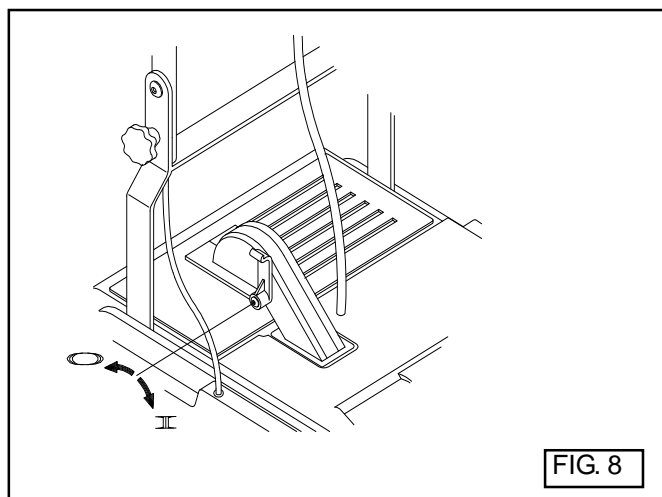

FIG. 8
- 7) Selezionare, se necessario, l'aspirazione tramite la leva (1 FIG.8)